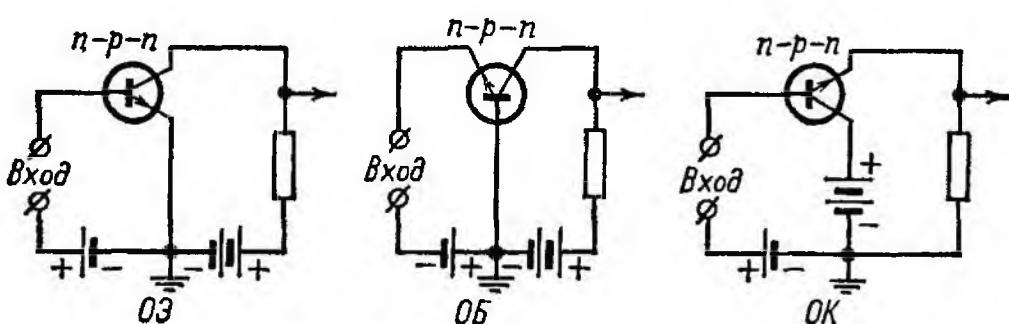

Рис. 87. Включение транзистора структуры  $n-p-n$  в трех основных схемах. Обратите внимание на полярность батарей.
**Н.** — Именно этим я и занимался, приспособливая к транзисторам типа  $n-p-n$  рассмотренные нами в прошлый раз три основные схемы. И на своем ложе страданий я сделал эти рисунки (рис. 87).